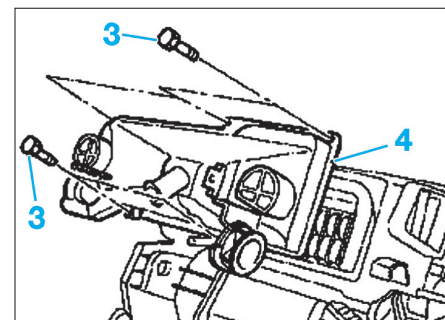

Fig. 25
- Déposer les fixations (3) du couvercle (4), puis le déposer (Fig.25).